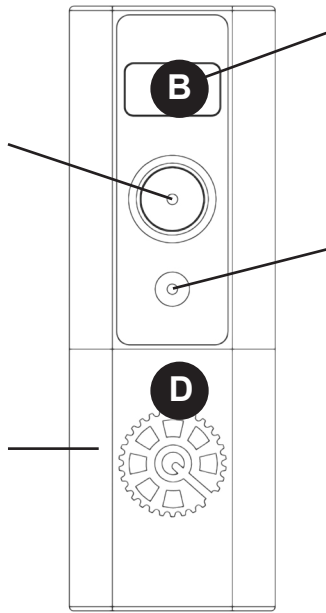

Abb.11
Die Fernbedienung (5) wird mit zwei 1,5-V-Batterien des Typs AA betrieben. Um diese zu installieren, schieben Sie das Endgehäuse (Abb.10.D) der Fernbedienung ab (siehe Abb.11). Stellen Sie sicher, dass nur auslaufsichere Batterien verwendet werden. Erkundigen Sie sich bei den örtlichen Behörden nach der korrekten Entsorgung gebrauchter Batterien. Nehmen Sie die Akkus bei längerer Nichtbenutzung aus der Fernbedienung.